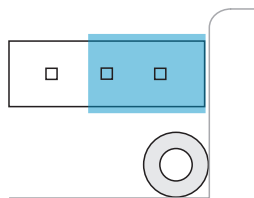

Abb. 15 Steckverbinder (Jumper),
- ➔ Stecken Sie dazu den Jumper bitte in die andere Position (mittlerer und rechter Pin verbunden), siehe Abb. 15.